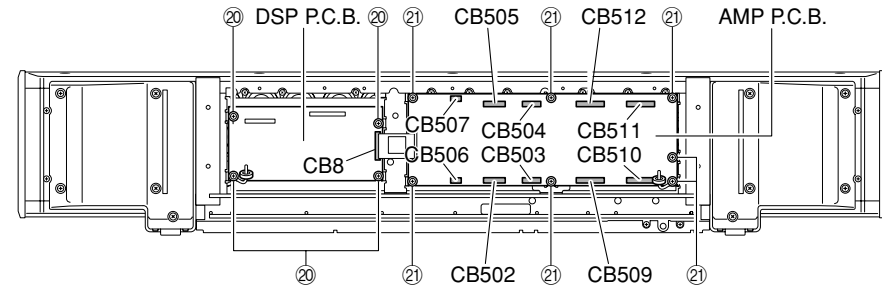

Fig. 8
- a. Remove 4 screws (20). (Fig. 8)
- b. Remove CB8. (Fig. 8)
- c. Remove the DSP P.C.B.. (Fig. 8)
- a. 20のネジ4本を外します。(Fig. 8)
- b. CB8を外します。(Fig. 8)
- c. DSP P.C.B.を取り外します。(Fig. 8)
- a. Remove 7 screws (21). (Fig. 8)
- b. Remove CB502-505 and CB509-512. (Fig. 8)
- c. Remove AMP P.C.B.. (Fig. 8)
- a. 21のネジ7本を外します。(Fig. 8)
- b. CB502～505、CB509～512を外します。(Fig. 8)
- c. AMP P.C.B.を取り外します。(Fig. 8)